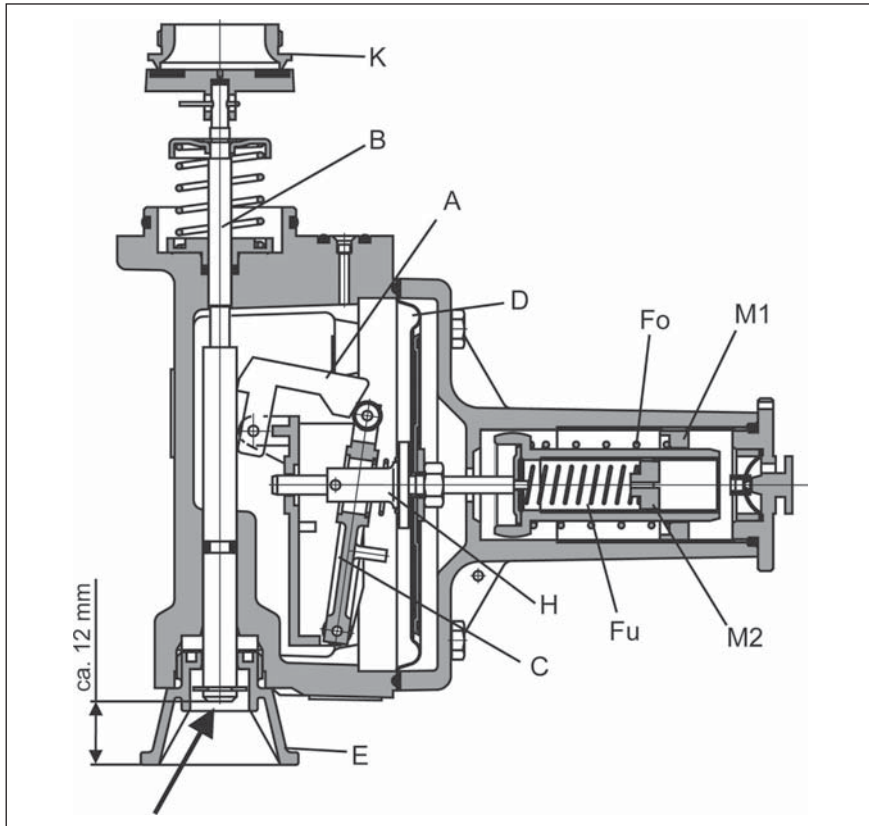

Bild 2-9, SAV - oberer Abschaltpunkt
Steigt der Ausgangsdruck  $p_D$  im Regelgerät und somit der Druck unterhalb der SAV-Membrane (D), so bewegt sich bei Überschreiten des durch die große Einstellfeder ( $F_o$ ) eingestellten oberen Abschaltpunktes der Membranhalter (H) und die Schaltwippe (C) nach rechts, siehe Bild 2-9. Der Schalthebel (A) klinkt aus. Die vorgespannte Sperrfeder an der Ventilspindel wird freigegeben. Der Ventilteller verschließt den Eingang (K) des Gas-Druckregelgerätes.